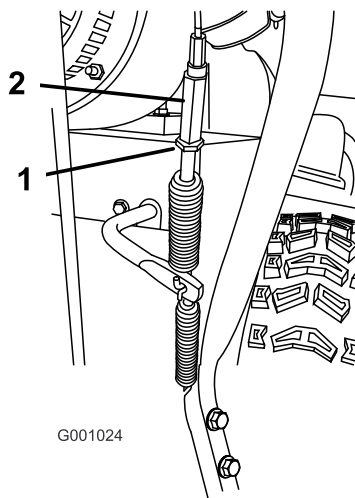

Figure 38
5. Desserrez l'écrou de blocage (Figure 38).
6. Desserrez ou serrez le tendeur de réglage de la tension du câble (Figure 38).